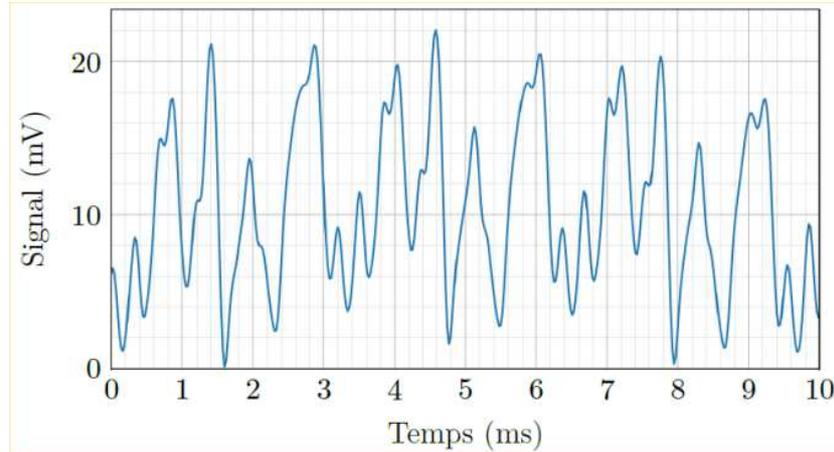
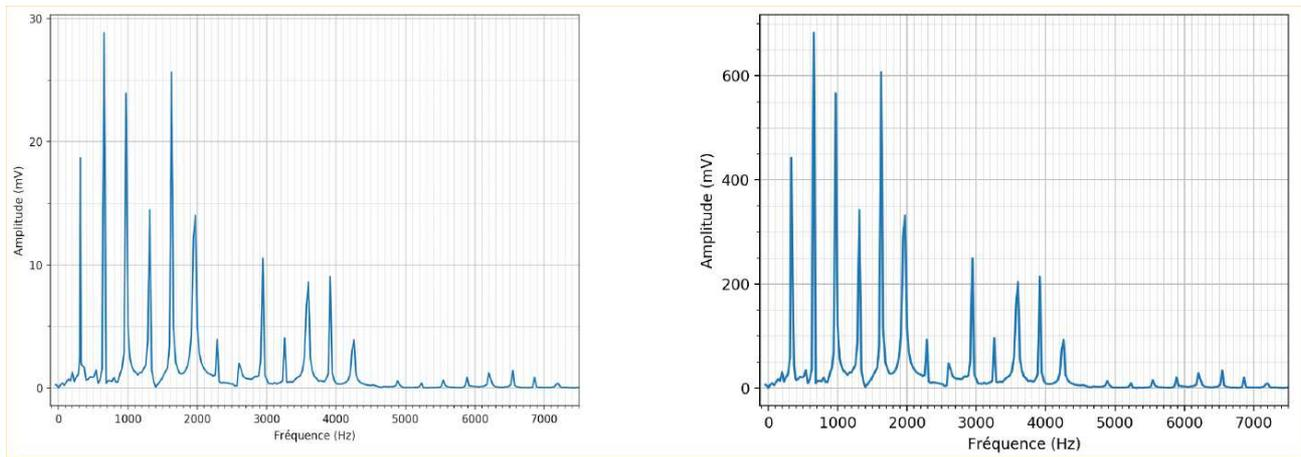

FIGURE 2 – Signal de la guitare
FIGURE 7 – Spectres (a) à gauche et (b) à droite
La figure 2 montre un exemple de signal électrique à la sortie du micro d'une guitare électrique.
8. On a choisi $R_1 = 100 \text{ k}\Omega$ et $C_1 = 100 \text{ nF}$. Calculer la fréquence de coupure f_1 à -3 dB de ce filtre. Au vu de l'allure du signal de la figure 2, quel est le rôle de ce premier filtre ?
La figure 7 correspond au spectre du signal d'entrée u_e représenté sur la figure 2.
18. Justifier qu'il est parfaitement cohérent qu'il s'agisse du spectre du signal de la figure 2.
19. En le justifiant soigneusement, dire quel spectre des figures 7 et 8 correspond à la sortie du premier filtre (F_a).